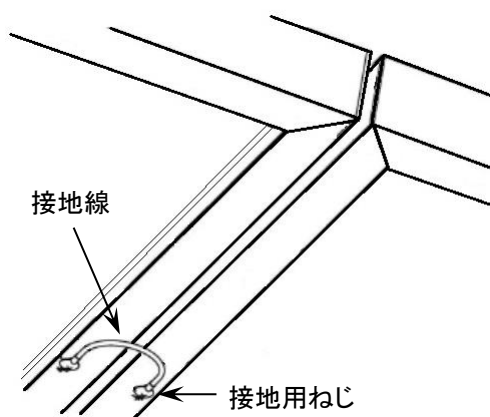

図 3 モジュール間接地工事
- ・太陽電池モジュールのフレーム上に接地穴とその位置が示されていますので、全ての太陽電池モジュールを適切に接地してください。(図 3・4 参照)